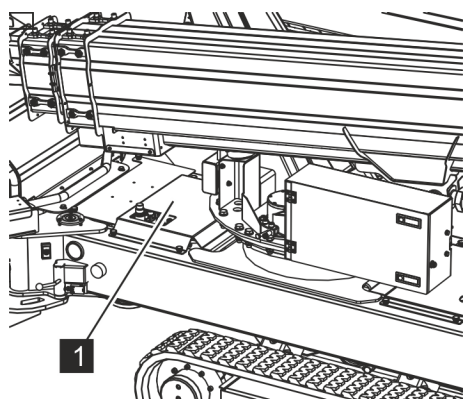

Abb. 193: Abdeckhaube
2. → Die Abdeckhaube (Abb. 193/1) abschrauben.